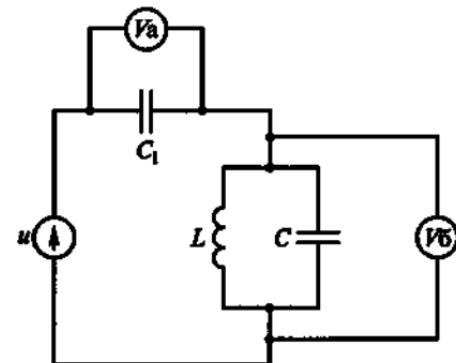

Рис. 110
3.69. В цепи на рис. 110 $u = 100 + 50\sqrt{2} \sin \omega t$, $1/(\omega L) = \omega C$. Какими будут постоянные составляющие напряжений U_{a0} и U_{60} , действующие значения синусоидальных напряжений U_a и U_6 , а также показания вольтметров электродинамической системы U_a и U_6 ? (Указать неправильный ответ.)